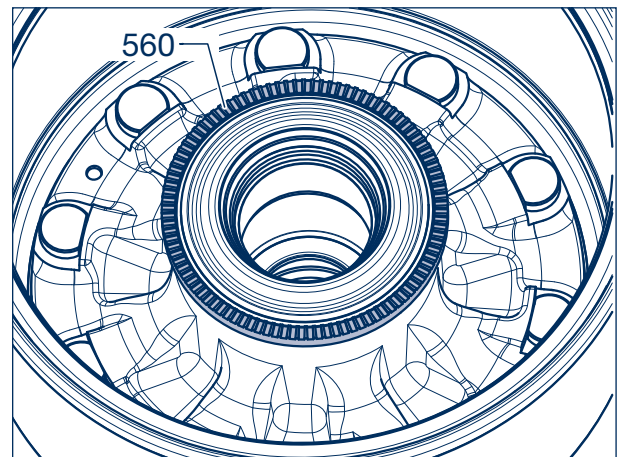

Рисунок 3
Ротор (560) насажен в горячем состоянии (Рисунок 3)